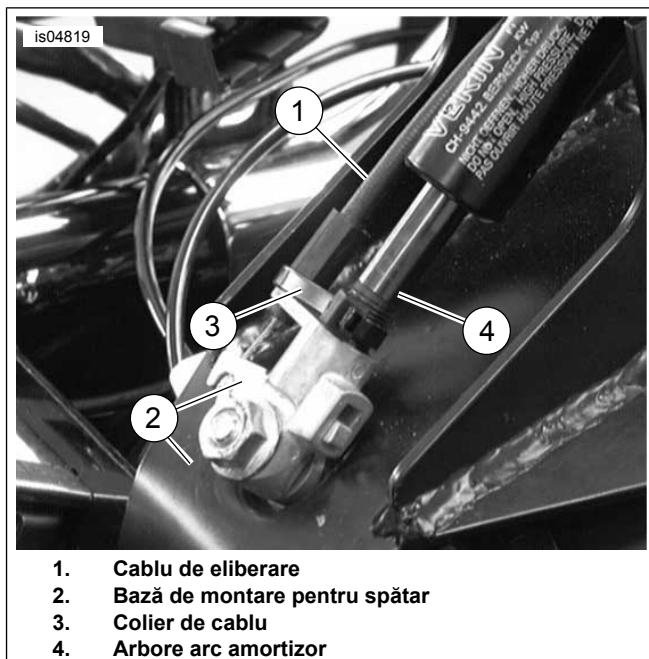

Figura 6. Atașarea cablului la baza suportului spătarului
12. A se vedea figura 6. Atașați cablul de eliberare (1) la baza suportului de montare pentru spătar (2), după cum se arată. Fixați cu grijă cablul la arborele arcului de gaz (4) cu cureaua de cablu furnizată (3). Nu strângeți prea mult cureaua de cablu.